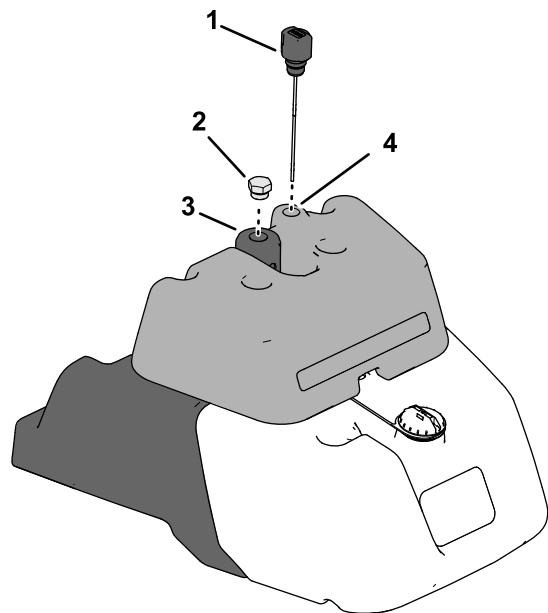

Figure 38
2. Vérifiez le niveau de liquide hydraulique avec la jauge du système hydraulique située au sommet du réservoir du détecteur de fuites (Figure 38).